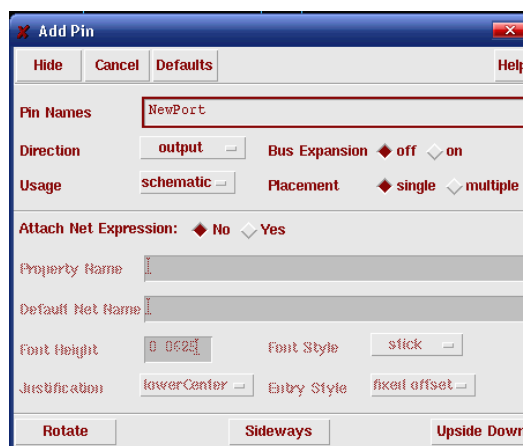

图 1.22 端口的设定
- 调用方法： 快捷键： p 表示 pin； 菜单： Add→Pin； 按钮：  调用该命令后，将显示如图 1.22 所示的对话框。根据对话框中的提示，可以选择端口的名称、类型、是否总线、用途、放置方法。